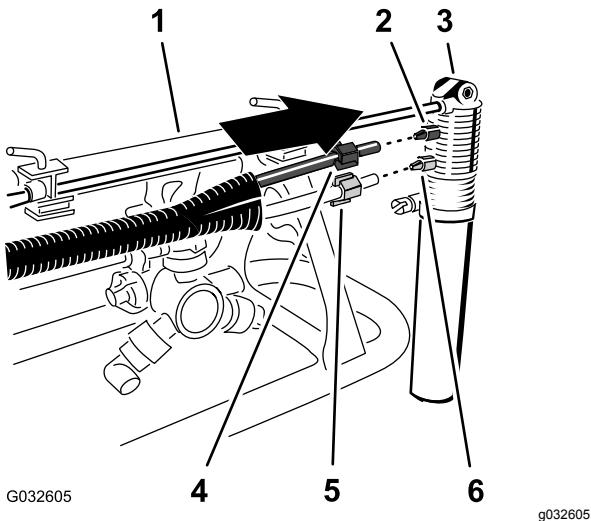

Рисунок 21
1. Наденьте синюю зажимную гайку на конец синей трубы и белую зажимную гайку на конец прозрачной трубы (Рисунок 21).
- Совместите конец прозрачной трубы с белой зажимной гайкой на белом фитинге насадки пенного маркера и затяните зажимную гайку от руки (Рисунок 21).
- Совместите конец синей трубы с синей зажимной гайкой на синем фитинге насадки пенного маркера и затяните зажимную гайку от руки (Рисунок 21).